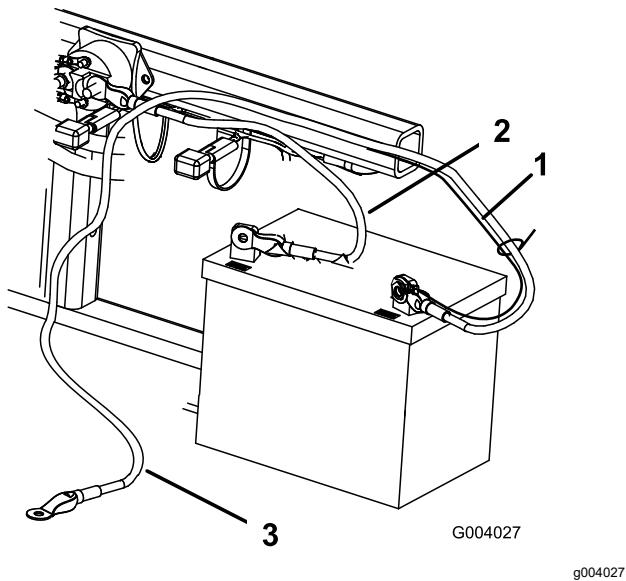

Рисунок 7
2. Закрепите положительный провод (красный) на положительной (+) клемме болтом ($\frac{1}{4} \times \frac{5}{8}$ дюйма) и контргайкой (Рисунок 7).
| 3. Подсоедините короткий черный провод и отрицательный кабель (черный) к отрицательной (-) клемме аккумулятора болтом ($\frac{1}{4} \times \frac{5}{8}$ дюйма) и контргайкой ($\frac{1}{4}$ дюйма) (Рисунок 7). | |